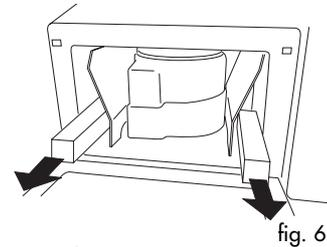

fig. 6
- Extraer los dos elementos de poliestireno que se encuentran en los lados de la cavidad (fig. 6).